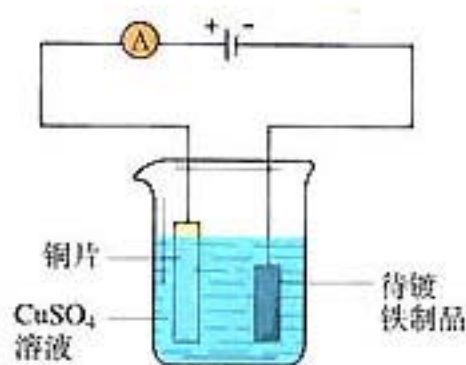

图 3-26 电镀铜实验装置
1. 在大烧杯中加入 CuSO_4 溶液①,用铜片作为阳极,把待镀的铁制品(镀件)作为阴极(如图 3-26 所示),接通直流电源几分钟后,观察镀件表面发生的变化。
① 在溶液中加入一些氨水,制成铜氨溶液,可使镀层光亮。